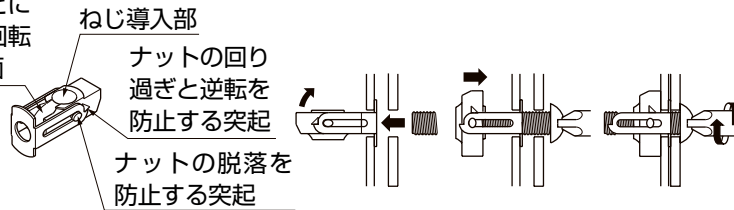

図3-7 ターンナット使用方法
- ターンナットを下穴に挿入し、軽く押し込みながら締付けてください。(図3-7参照)